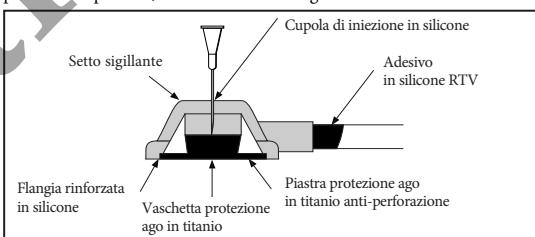

FIGURA 4
- b) Far penetrare l'ago nell'unità di iniezione finché non viene arrestato dalla protezione specifica, come illustrato in Figura 4.